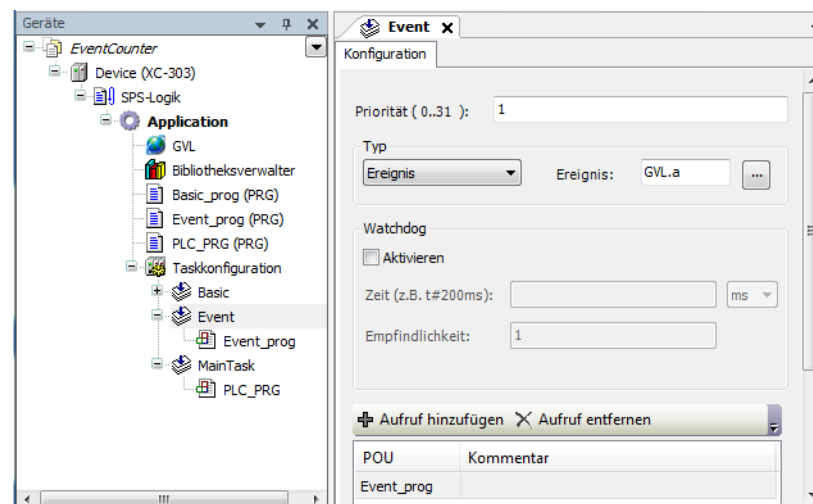

Abbildung 50: Ereignisgesteuerte Task anlegen
- ▶ Legen Sie eine Task vom Typ „Ereignis“ mit dem Namen „Event“ gemäß Abbildung 50 an.